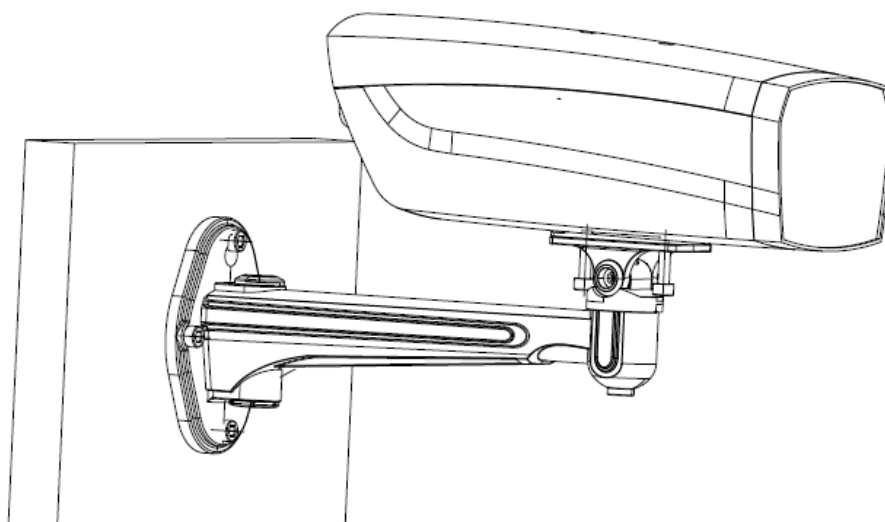

図 2-6 カメラハウジングの固定
9. 図 2-6 に示すように、ハウジングと一緒にカメラを壁掛けに取り付け、固定ねじを締めてカメラを固定します。